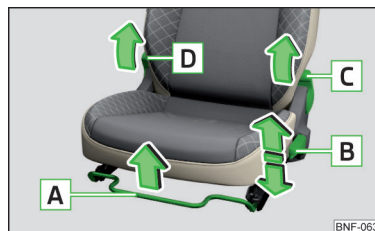

Fig. 52
- Trageți maneta [D] » fig. 52 și rabatați spre înainte spătarul scaunului.